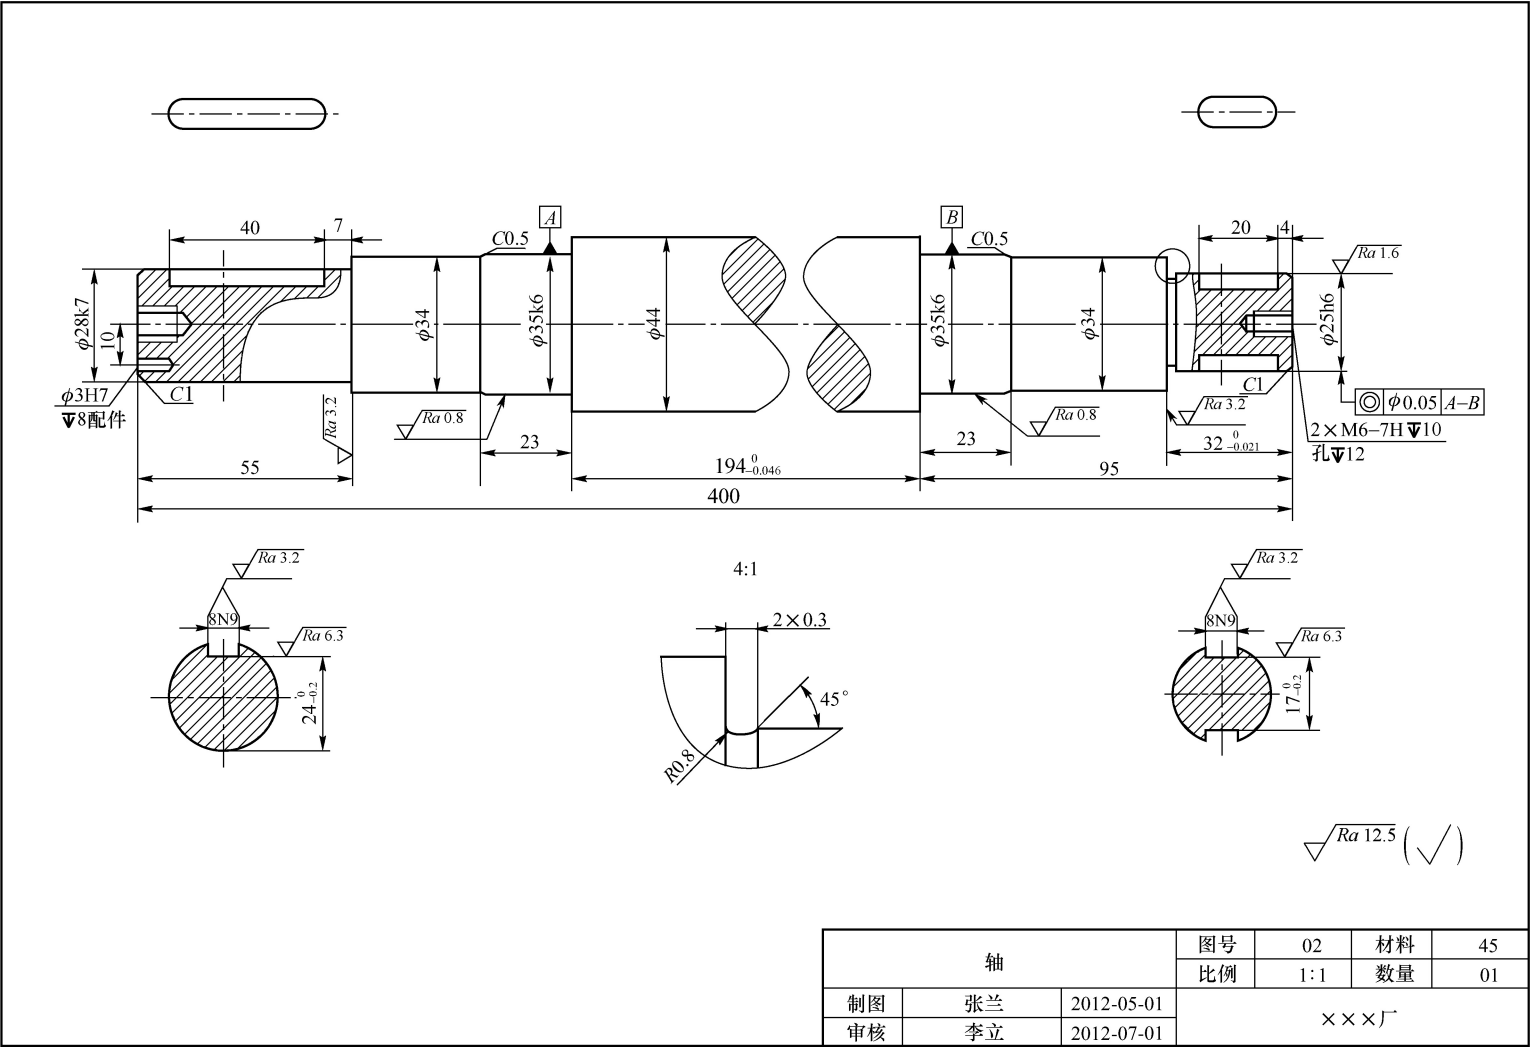

图 11-19 标注文字
Step 28 标注文字：调用“文字”工具栏的“单行文字”命令，标注绘图区文字。标注文字，如图11-19所示。